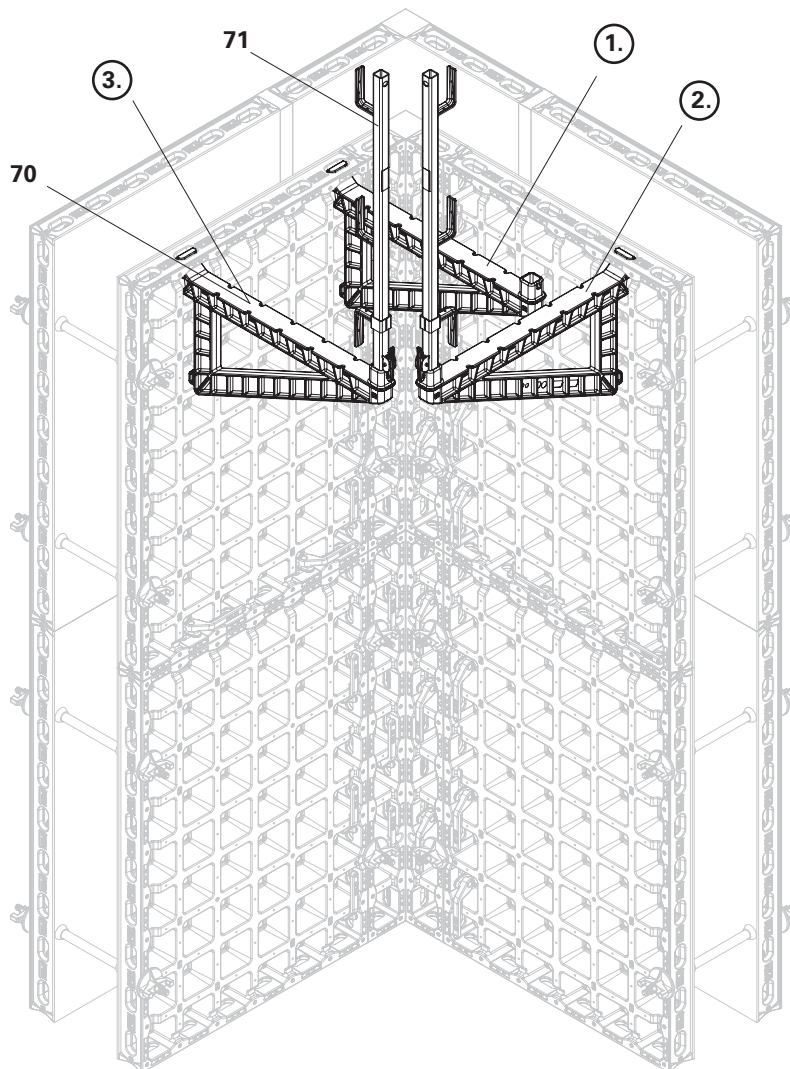

Fig. B4.06
1. Insérer la première console DUO 70 (70) sans montant de garde-corps PP dans le premier panneau, à côté du panneau 135 x 15. Utiliser l'encoche de connexion la plus proche de l'angle.
3. Monter la troisième console DUO 70 avec montant PP, du côté opposé du panneau, le plus près possible de la 2^{ème} console. Les consoles ne doivent pas se toucher. (Fig. B4.06)